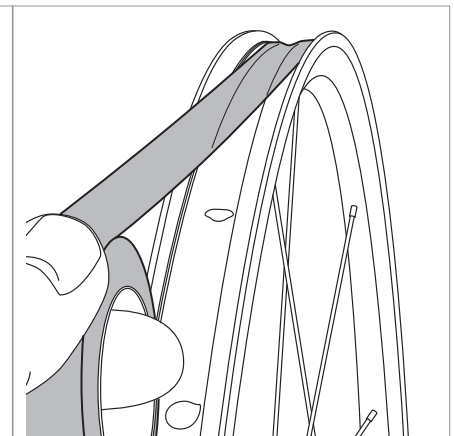

Fig.5
- Avanzate lungo il cerchio srotolando il nastro, tenendolo in tensione e premendolo nel canale centrale cercando di mantenerlo centrato rispetto ai fianchi interni del cerchio (Fig. 5).